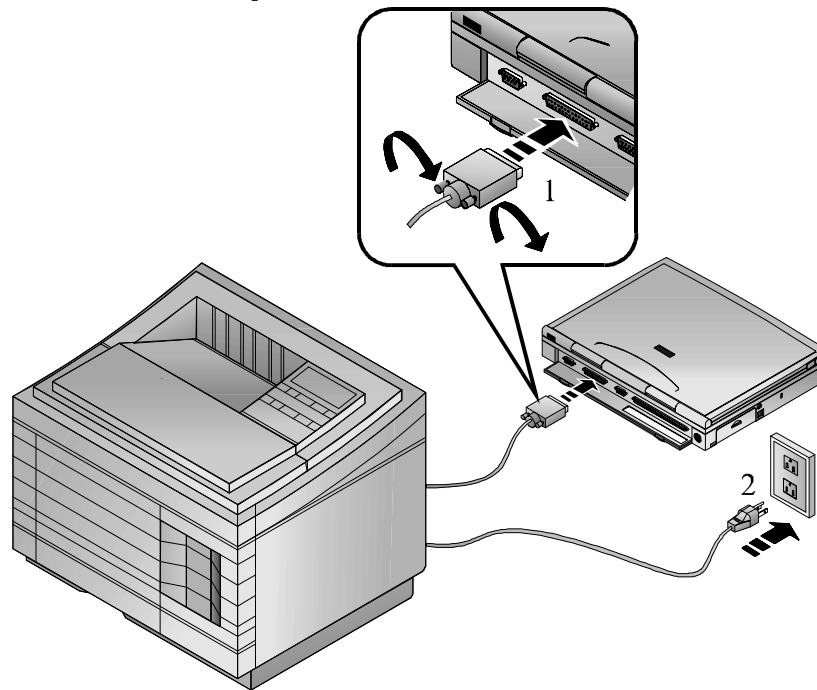

Figure 4-2 : connexion d'une imprimante
1. Branchez le câble signal de l'imprimante au port parallèle à l'arrière du notebook. Serrez les vis à papillon (figure 4-2, étape 1).
2. Branchez le cordon d'alimentation secteur de l'imprimante dans une prise murale (figure 4-2, étape 2).